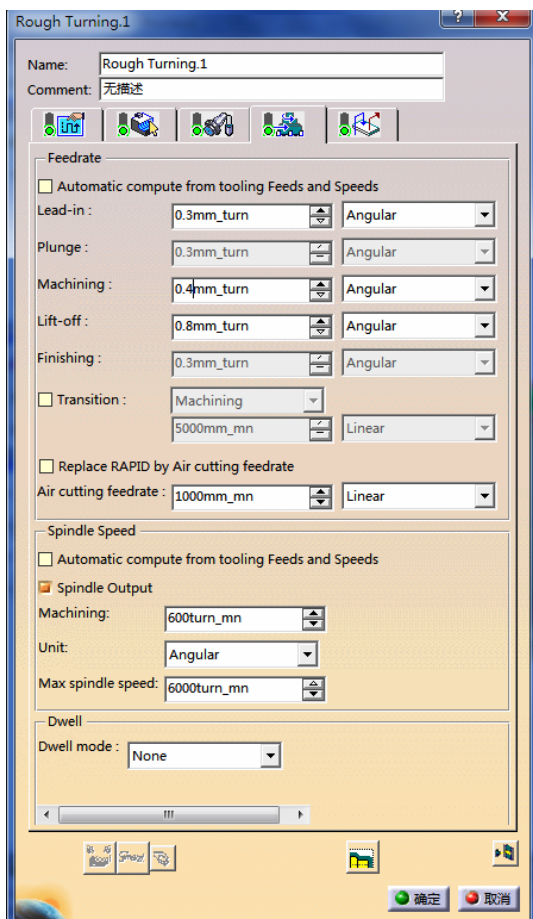

图 7-22 进给率参数选项卡 (1)
4) 定义进给率。单击“Rough Turning.1”对话框中的, 切换到进给率参数选项卡(1), 如图 7-22 所示。